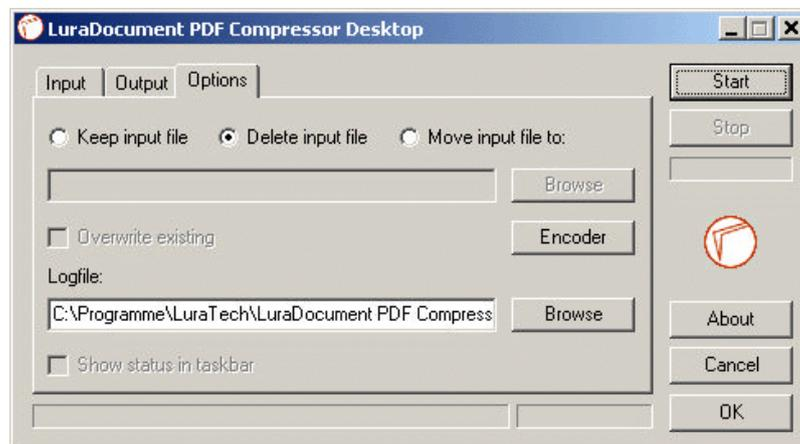

Abbildung 1: Einstellung Lura Karte 3
- 3) Auf Karte 2 die Option "Overwrite existing" anhaken! Abb.: 1